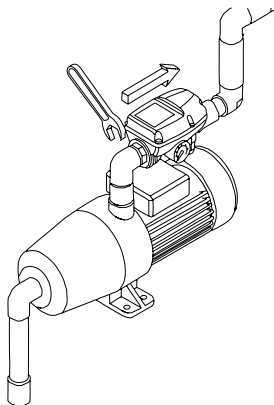

Рис. 3 Монтаж контроллера EPS-15MA
- Если невозможна вертикальная установка, контроллер может быть смонтирован в горизонтальном положении (рис. 3)